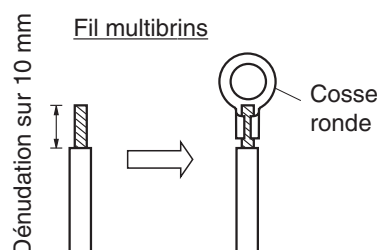
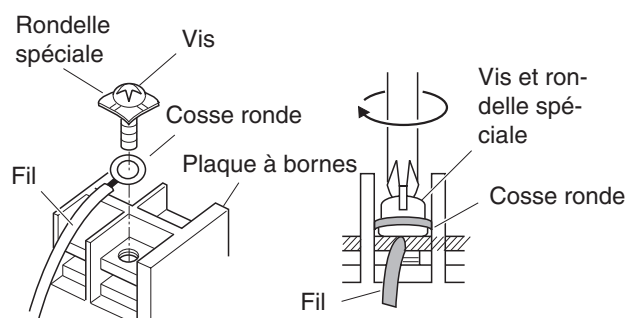

Fig. 5-5
Fig. 5-6
(5) Utilisez des câbles avec protection pour le câblage de commande inter-unité (c) et reliez la protection à la terre des deux côtés pour éviter tout mauvais fonctionnement résultant de l'émission de bruit. (Fig. 5-5)
- (1) Coupez l'extrémité du fil à l'aide d'une pince coupante, dénudez le fil multibrins sur environ 10 mm et enroulez bien chaque extrémité de fil sur elle-même. (Fig. 5-5)
- (2) Retirez la(les) vis de la borne de la plaque à bornes à l'aide d'un tournevis moyen cruciforme.
- (3) Fixez solidement chaque extrémité de fil dénudée à l'aide d'une cosse ronde, en vous servant d'une agrafe à connecteur ou de pinces.
- (4) Installez la cosse ronde et serrez à nouveau la vis de borne retirée précédemment à l'aide d'un tournevis. (Fig. 5-6)